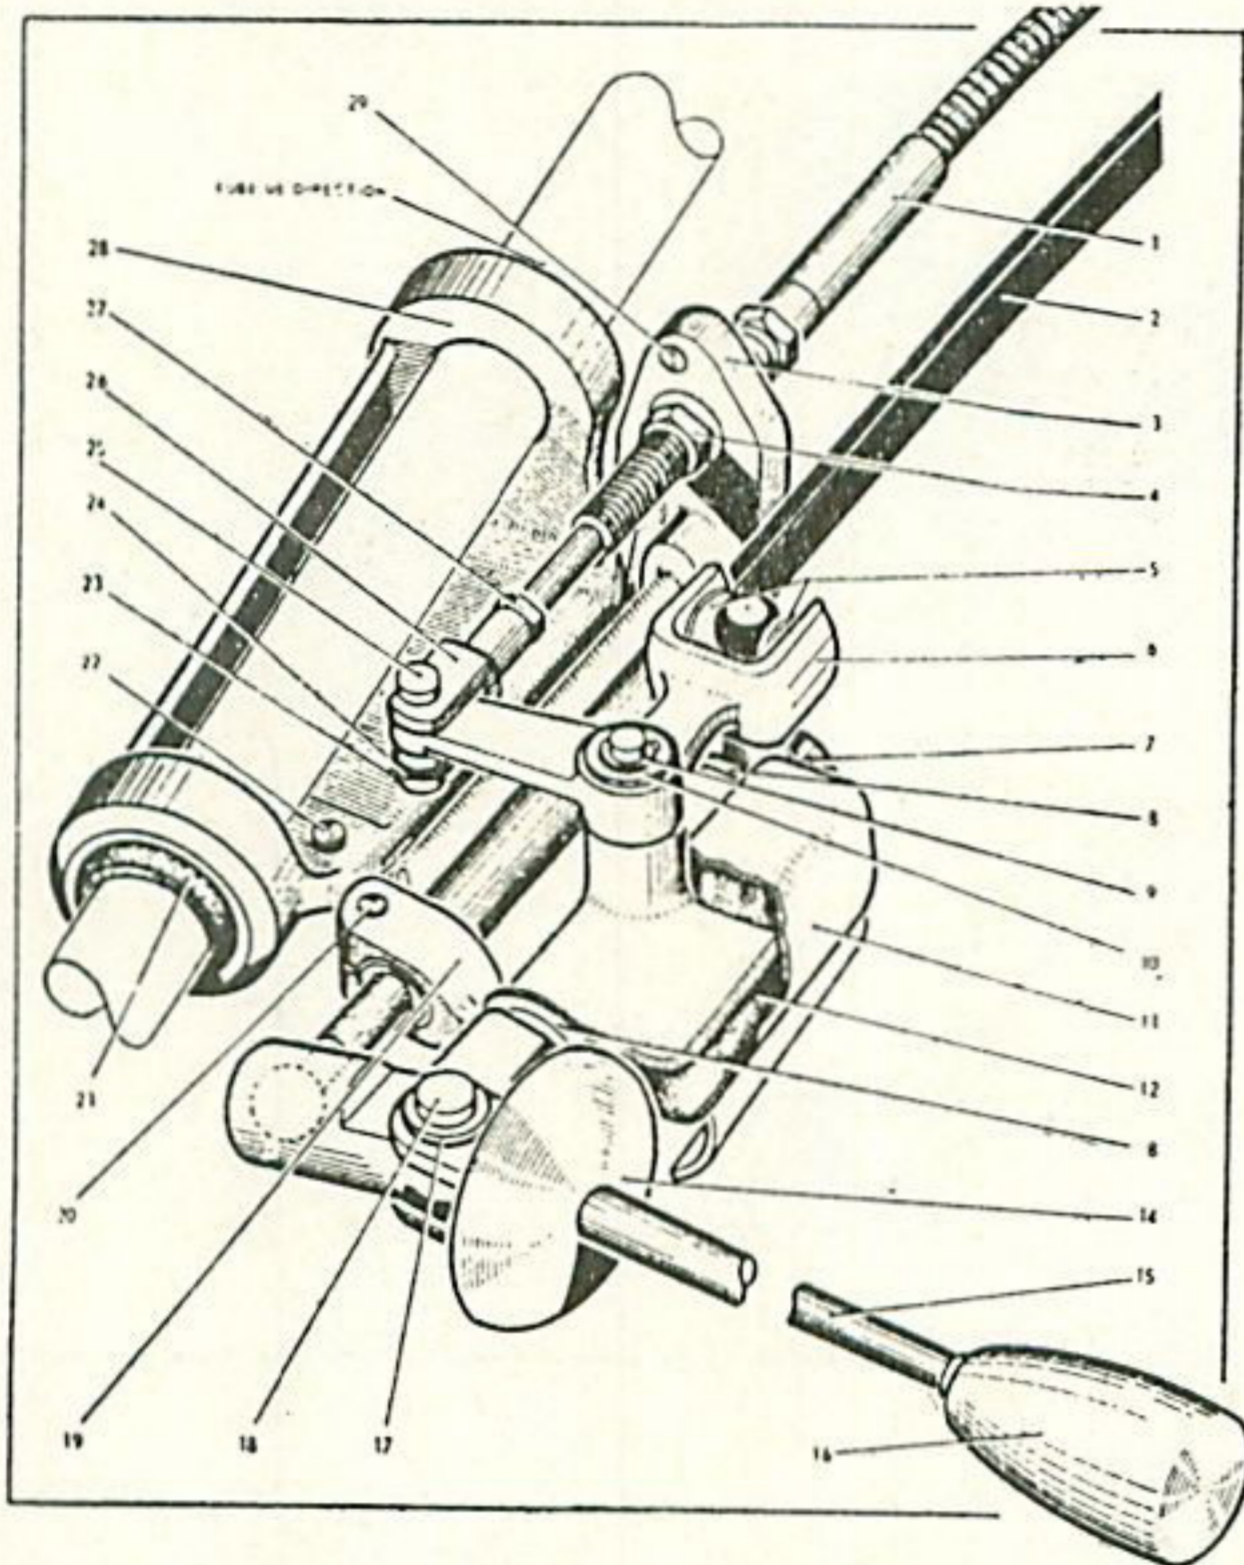

Fig. 29. -- MÉCANISME DU SÉLECTEUR
- Côté pont, désaccoupler les câbles (rouge et noir) (1 et 2) (fig. 29) de commande du sélecteur, sans déposer le couvercle de la boîte de vitesses.